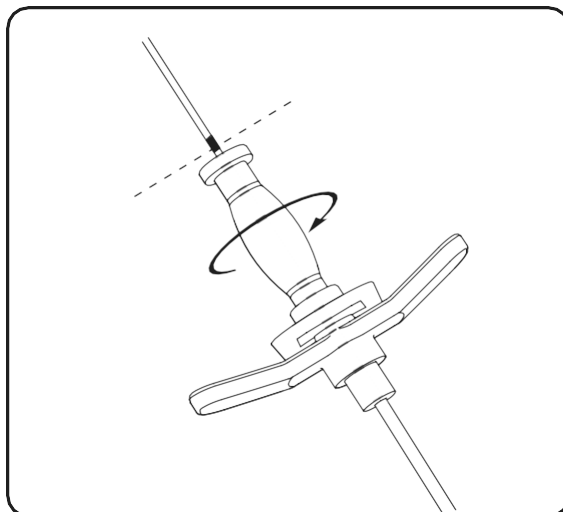
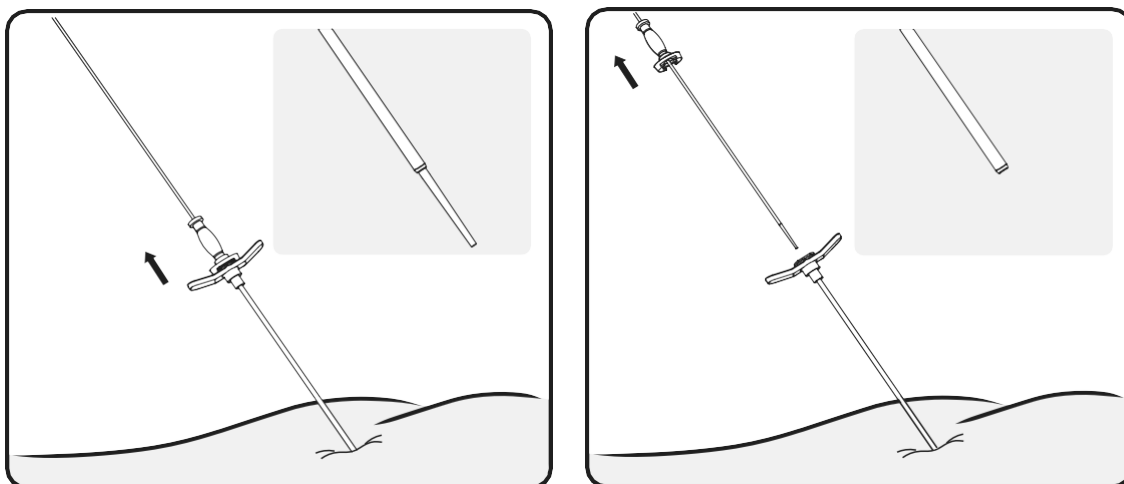

Figura 11: Desbloquee el dilatador de la vaina introductora.
Figura 12: Retire la guía direccional y el dilatador.
6. Gire el dilatador 90 grados para desbloquearlo de la vaina introductora (Figura 11). Teniendo cuidado de dejar la vaina introductora en su posición, retire la guía direccional y el dilatador (Figura 12).